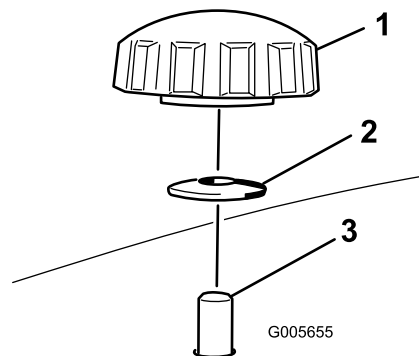
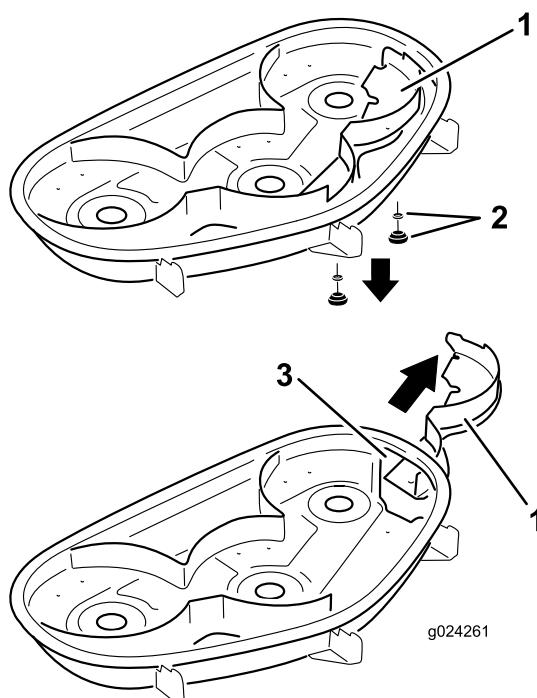

Figura 26
Figura 27
4. Togliete le 2 manopole e le rondelle curve che fissano il diaframma destro al tosaerba (Figura 26).
5. Rimuovete il deflettore destro e abbassate il deflettore dell'erba sull'apertura di scarico (Figura 26 e Figura 27).
5. Infilate il deflettore destro sotto il piatto di taglio e fissatelo utilizzando le 2 manopole e le rondelle curve (lato concavo verso il tosaerba) come illustrato nella Figura 26 e Figura 27.